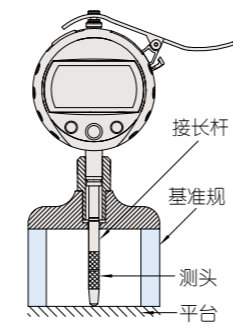

图3
7. 使用延长测杆时，请使用标准规(量块等)进行基准点对准。(图3)